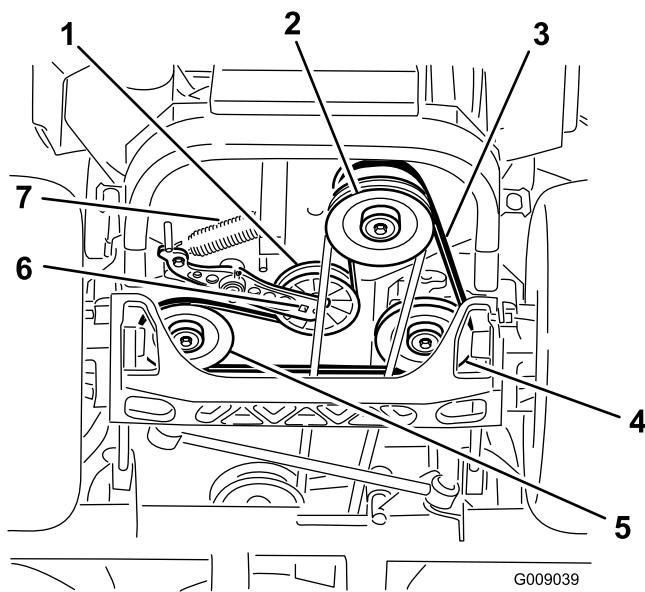

Figura 88
5. Utilice una llave de carraca en el taladro cuadrado del brazo tensor para retirar el muelle tensor (Figura 88).
6. Desenganche el muelle de la polea tensora del bastidor (Figura 88).
9. Utilizando la llave de carraca en el taladro cuadrado del brazo tensor, instale el muelle tensor en el bastidor (Figura 88).
4. Levante la máquina y apóyela sobre gatos fijos (Figura 88).